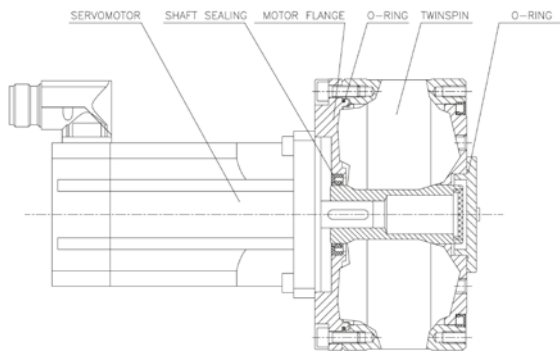

Fig. 5.1.1a
- Description of T model installations Fig. 5.1.1a,b,c,d:
Fig. 5.1.1a shows direct means of contact between a motor shaft and shaft gear, where the torque from the engine is transmitted through a keyway. The advantage of this connection is the small design length of the drive. This method of connection can be used if the motor shaft has a keyway and its diameter is identical with the diameter of the hole in the shaft reduction gear.
Fig. 5.1.1a shows the most common way of connection by using a flange with shaft seal.
- Описание установок модели T Рис. 5.1.1a, b, c, d:
На рис. 5.1.1a показан прямой способ соединения вала двигателя с валом редуктора, где крутящий момент двигателя передается на редуктор шпоночным соединением. Преимуществом этого соединения является малая длина конструкции привода. Этот тип соединения можно использовать, если вал двигателя имеет паз, а диаметр вала соответствует внутреннему диаметру втулки редуктора.
Рис. 5.1.1a показан самый распространенный способ фланцевого соединения с уплотнением вала.